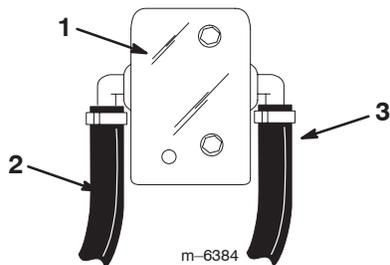

Figure 16
14. Connectez l'extrémité d'un flexible court de 1/2 pouce au raccord ouvert sur le raccord en T S53 que vous avez monté dans le flexible d'agitation et amenez-le à la cannelure arrière de 1/2 pouce sur le petit ensemble clapet à bille (Fig. 16).
17. Connectez l'extrémité d'un flexible court de 1/2 pouce au raccord ouvert sur le raccord en T S53 que vous avez monté dans le flexible de dérivation et amenez-le à la cannelure avant de 1/2 pouce sur le petit ensemble clapet à bille (Fig. 16).